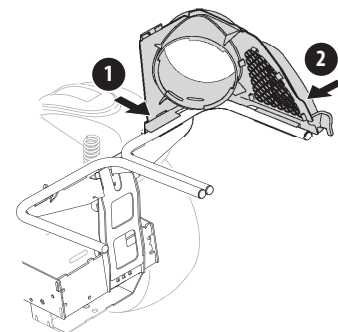

Figure 8
1. Inclinez le support de la goulotte supérieure légèrement vers l'avant et faites enclencher la partie avant du support sur le support des sacs collecteurs. Voir Figure 8 (1).
2. Faites enclencher la partie latérale du support de la goulotte supérieure sur le support de sacs collecteurs. Voir Figure 8 (2).